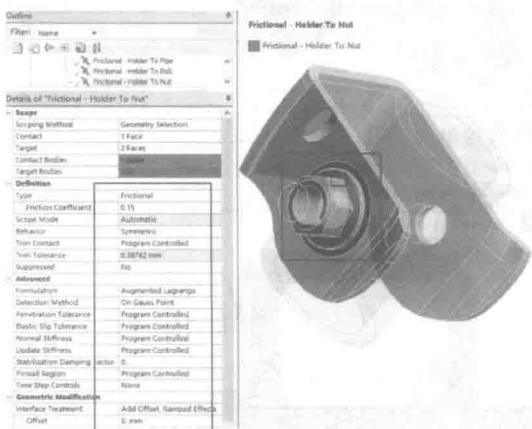

图 1-24 摩擦接触设置
(4) 螺母与卡箍表面的接触, 单击【Bonded-Holder To Nut】→【Details of “Bonded-Holder To Nut”】→【Definition】→【Type】= Frictional, 设置【Frictional Coefficient】= 0.15, 【Behavior】= Symmetric; 【Advanced】→【Formulation】= Augmented Lagrange, 【Detection Method】= On Gauss Point, 【Geometric Modification】→【Interface Treatment】= Add Offset, Ramped Effects, 其他默认, 如图 1-24 所示。